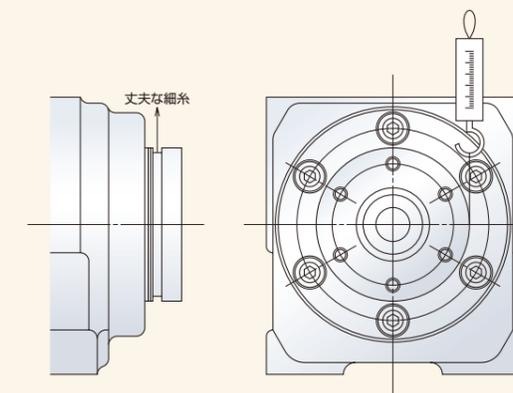

図6 起動トルクの測定法
- 起動トルクの測定は、軸先端のフランジ外径に丈夫な糸を4~5巻きし、ばねばかりで軸心に直角に静かに引く(図6参照)。このとき、軸の回転する瞬間のばねばかりの指示値を読み取る。